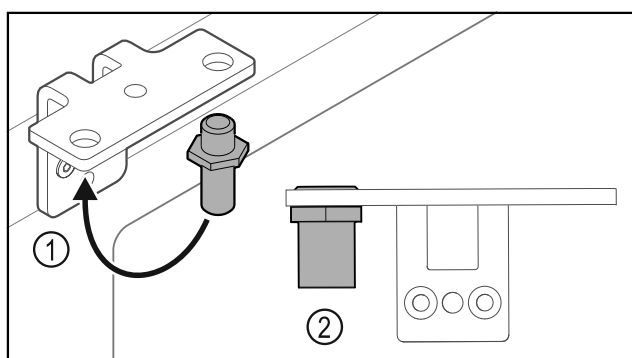

Fig. 37
- ▶ Flyt bolten Fig. 37 (1) i hængselvinklen.
- ▶ Spænd bolten Fig. 37 (2) med et **drejemoment på 12 Nm**.